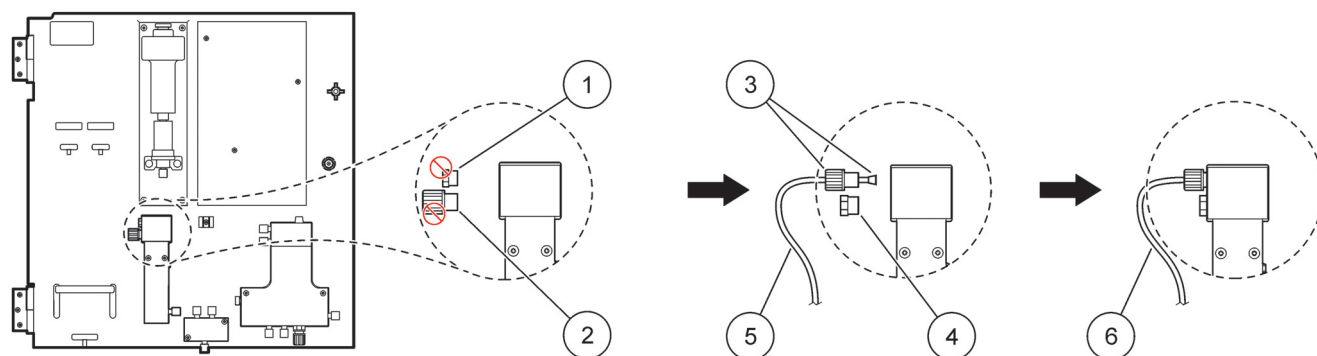

図 25 最初の装置を 2-parameter オプションに変更します。
2-パラメータ構成の接続については、図 25 と以下の使用説明を参照してください。
1. オーバーフロー容器の上の穴からブラインド プラグ（アイテム 1、図 25）を外します。オーバーフロー容器の下の穴から大きいフィッティング（アイテム 2）を外します。プラグとフィッティングを廃棄します。